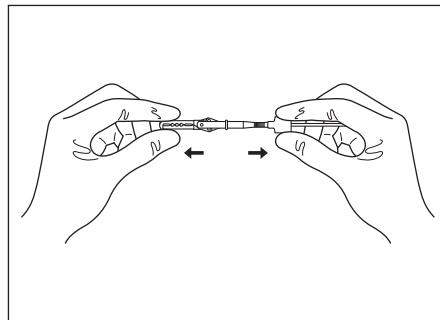

図3.4
2. アリゲータユニットの先端を軽く引っ張って、確実に接続されていることを確認します。(図3.4参照)